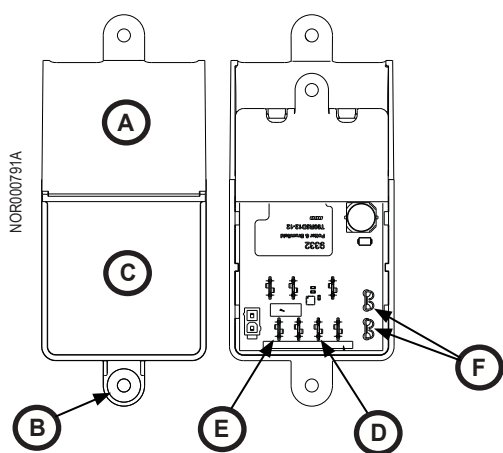

Fig. 3 - Ensemble de circuit c.c.
- Enlevez la vis du couvercle (1x) (Fig. 3, B) de l'ensemble de circuit de commande principal (Fig. 3, A) et relevez le couvercle (Fig. 3, C). Mettez la vis de côté.
- Débranchez le fil d'alimentation +12 V c.c. du VR de la borne 12 V c.c. (Fig. 3, D) de l'ensemble de circuit c.c.
- Débranchez le fil de masse de 12 V c.c. de la borne de terre (Fig. 3, E) de l'ensemble de circuit c.c.
10. Sur les modèles à 3 voies, débranchez les fils de l'unité chauffante des bornes c.c. DC\_HTR et HTR\_GND (Fig. 3, F) du circuit c.c.